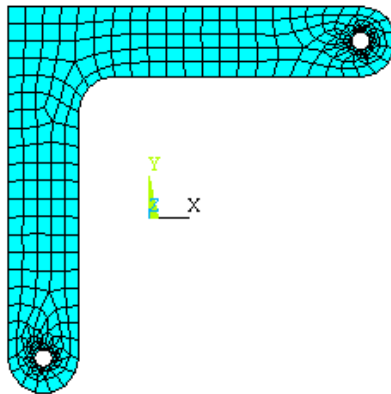

图9.18 网格划分结果
(18) 在【Element edge length】文本框中输入【0.0125】，单击【OK】按钮。再次单击 Main Menu>Preprocessor>Meshing>Size Cntrls> ManualSize> Lines>Picked Lines 菜单，选择模型的小圆内边线，单击【OK】按钮，设置【Element edge length】文本框为【0.001】，然后单击【OK】按钮。
(19) 单击 Main Menu>Preprocessor>Meshing>Mesh>Areas>Free 菜单，弹出图形拾取对话框，单击  按钮，即可完成模型的网格划分，得到的网格如图 9.18 所示。